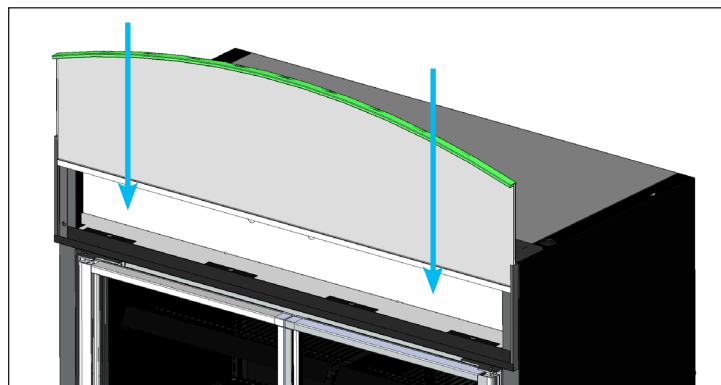

Fig. 3. Faites coulisser l'ensemble du panneau de signes dans sa position.
3. Faites coulisser l'ensemble du panneau de signes dans les canaux du cadre de signes. Voir fig. 3.